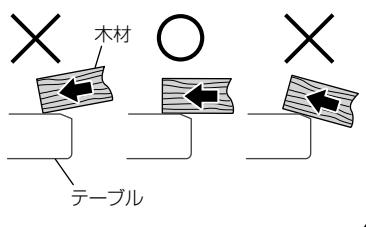

図 26
- 注** • 木材の板厚を検出するとき、木材の下面をテーブル面へ図26(○印)のように当ててください。×印のようにおき方が適正でないと、加圧力が不足して、木材に